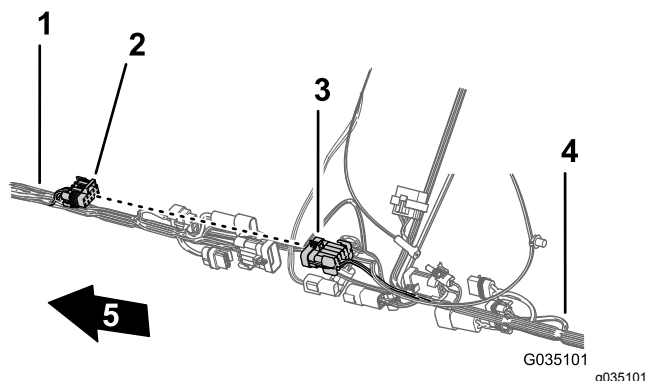

Figura 87
2. Collegate il connettore a 10 prese del cablaggio anteriore per l'interconnessione del cablaggio dell'irroratrice al connettore a 10 pin del cablaggio posteriore per l'interconnessione del cablaggio dell'irroratrice (Figura 87).